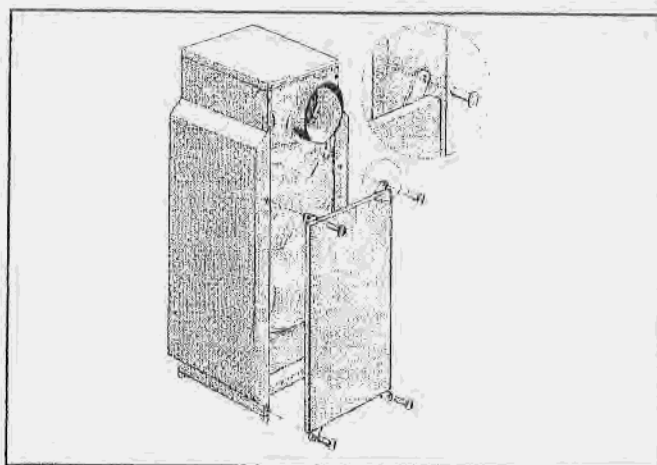

Fig. 23
- Fixer la paroi arrière du capot aux parois latérales gauche et droite à l'aide d'une vis parker de chaque côté (fig. 23).
- Placer la paroi avant inférieure entre les parois latérales et visser chacune des rainures pliées droite et gauche avec 1 vis parker (fig.23).